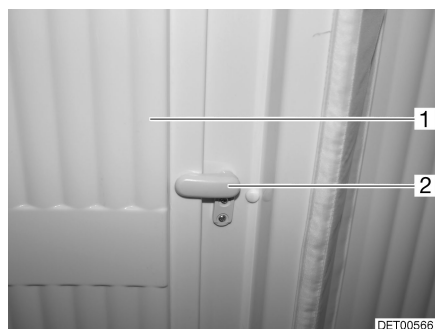

Fig. 91 Verrouillage, habillage du cabinet de toilette
- Placer le verrou (Fig. 91,2) à la verticale et déplier la partie intérieure (Fig. 91,1) de l'habillage du cabinet de toilette.
- Plier la partie intérieure (Fig. 91,1) de l'habillage du cabinet de toilette et placer le verrou (Fig. 91,2) à l'horizontale.